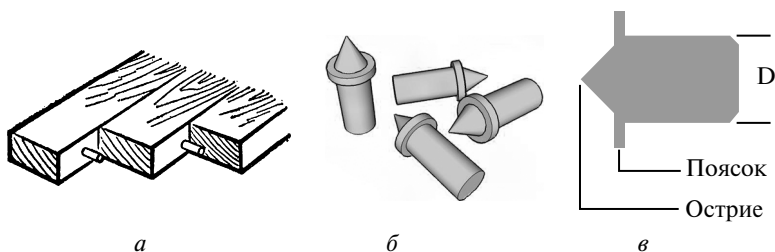

Рис. 22. Соединение на шкант:
*Шкант* — это круглый шип, вставленный в отверстия двух соединяемых деталей (рис. 22, а). Под шканты сверлят отверстия сверлами того же диаметра, что и диаметр шканта, на глубину 0,5 длины шканта плюс 2–3 мм. Самой ответственной операцией является сверление отверстий под шканты в двух деталях — точно одно против другого, т. е. соосно. *Соосность* — это расположение центров отверстий в деталях точно одно против другого. Намазанные клеем шканты вставляют в отверстия и крепко соединяют детали.
Теперь место для отверстия нужно обозначить на поверхности второй детали, используя шкантовый *маркер* (рис. 22, б). В каждое отверстие вставляют по маркеру, обе детали соединяют, проверяют совмещение и сжимают. Маркеры оставляют отметки на поверхности противоположной детали, и эти отметки гораздо точнее тех, что можно получить при помощи измерительных инструментов. Маркеры особенно нравятся мебельщикам. Эти специальные *метчики* они называют по-своему — *наколками*. Наколка — сделанный чаще всего кустарным способом бочонок переменного диаметра (рис. 22, в). Бочонок (на схеме буква D) имеет диаметр применяемого шканта минус 0,5–1 мм. То есть для шкантов на 8 мм диаметр бочонка будет 7–7,5 мм. На бочонке есть поясок — для того, чтобы наковка не провалилась в отверстие и чтобы, подцепив за поясок, ее можно было достать из детали.